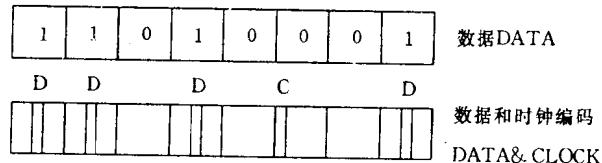
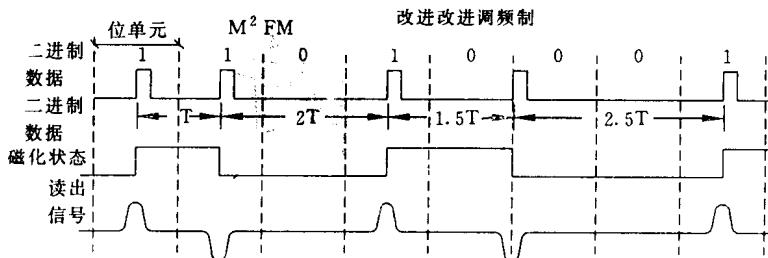

图 1-1-7  $M^2FM$  编码举例
图 1-1-8  $M^2FM$  编码波形
(2)目前位单元无数据位，写入时钟。图 1-1-7 和图 1-1-8 是  $M^2FM$  制，数码 11010001 编码举例和编码波形。